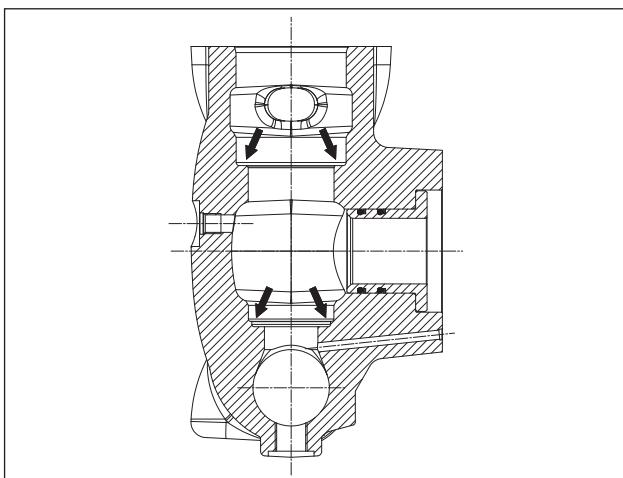

Fig. 109
Prima di riposizionare i gruppi valvola pulire ed asciugare perfettamente i relativi alloggiamenti nella testata indicati dalle frecce (pos. ①, Fig. 109).